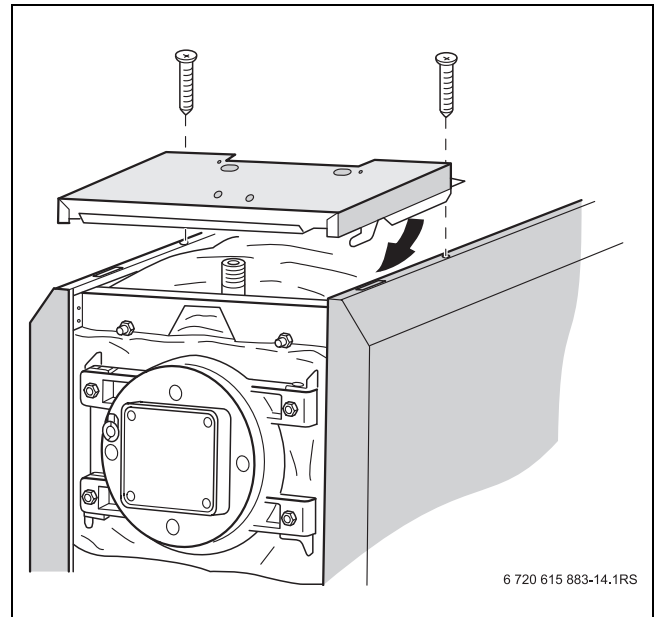

Рис. 16 Установка передней крышки котла
- ▶ Уложите переднюю верхнюю крышку котла сверху на отбортовку боковых стенок и сдвиньте вперед до защелкивания крюков справа и слева в вырезах (→ рис. 16).
- ▶ Закрепите переднюю крышку котла, для чего вставьте в отверстия в планках крышки и в отбортовке боковых стенок два самореза и заверните их в боковые траверсы (→ рис. 16).